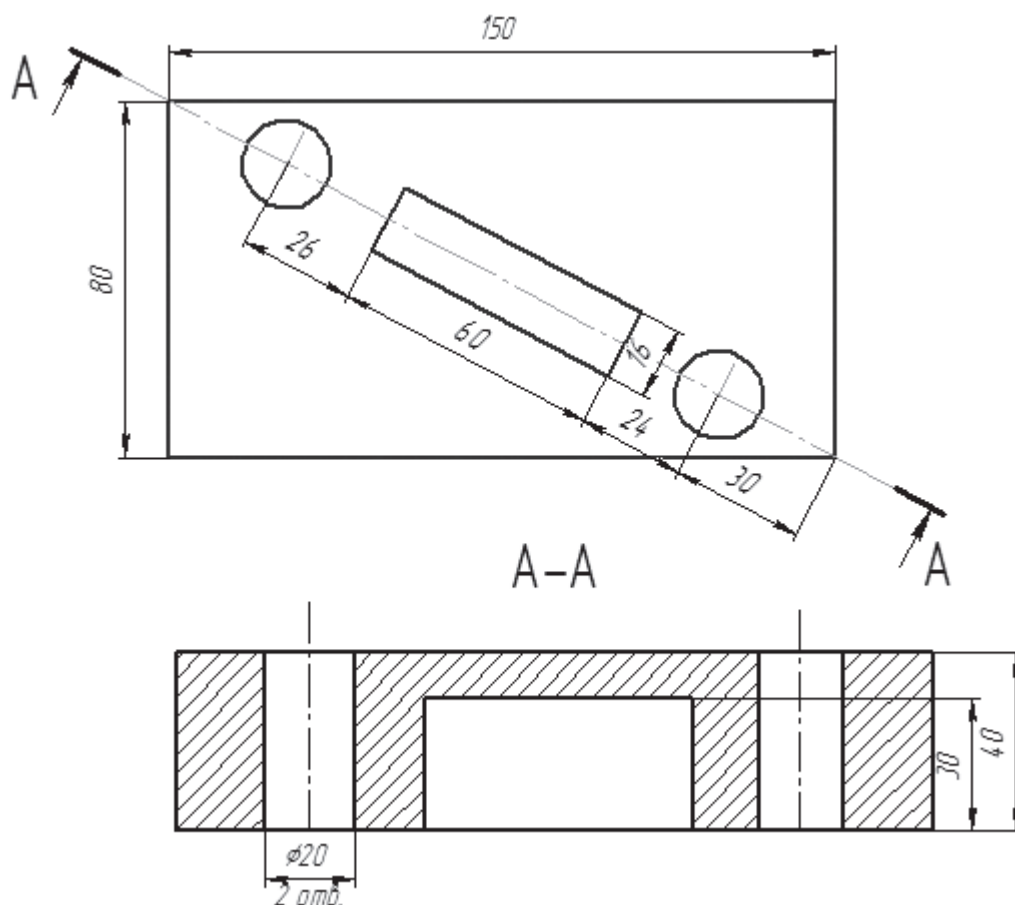

Рис. 108
9. Выполнить штриховку и проставить размеры на разрезе (активный *Вид 3*). Проставить размеры изображения главного вида детали (активный *Вид 1*), удалить все построения на *Виде 2* (рис. 108).